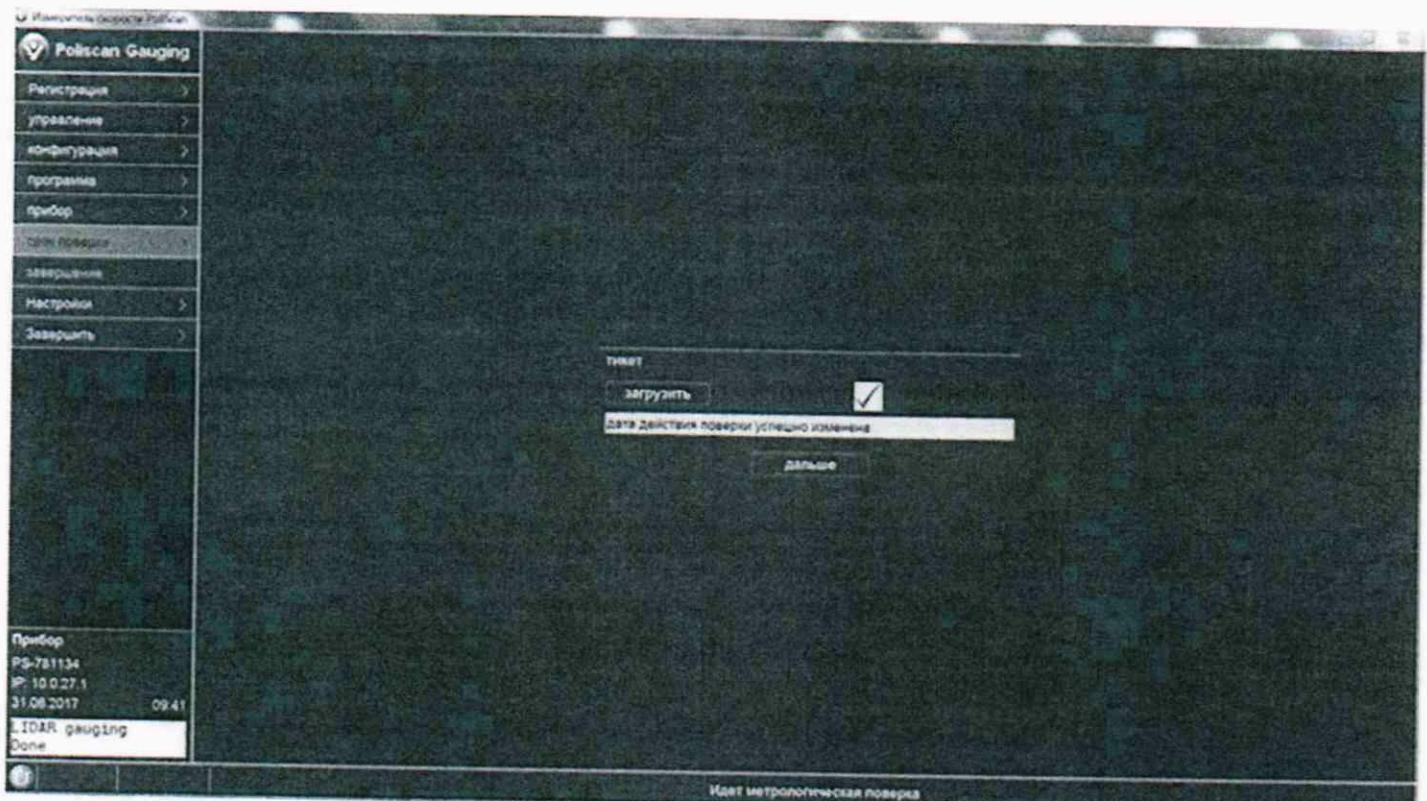

Рисунок 7
- нажать кнопку «далее», чтобы продолжить (рисунок 7).